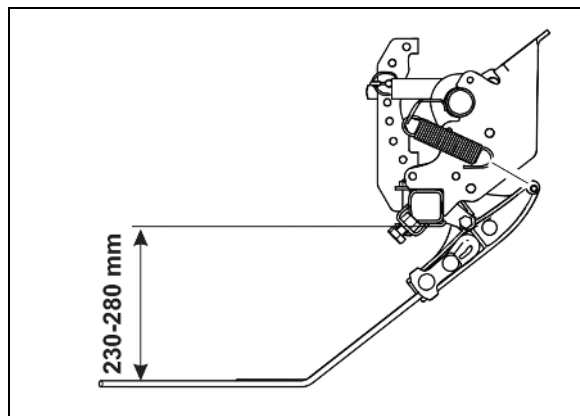

Fig. 92
3. Sæt en bolt (Fig. 92/2) hhv. under og over grebet i justeringsdelen, og sørg for at sikre boltene med fjedersplitter.